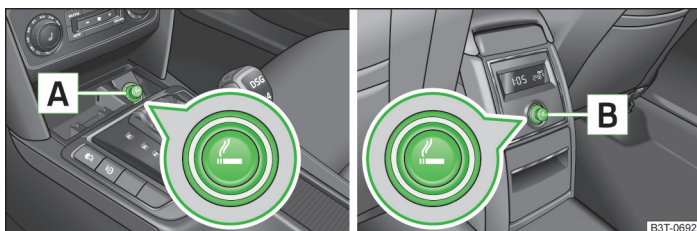
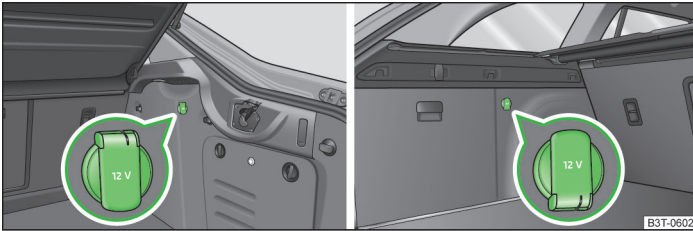

Fig. 70 Consola centrală: Bricheta față/ bricheta spate
Fig. 72 Portbagajul: Priza Superb / Superb Combi
- > Apăsați butonul brichetei **A**, respectiv **B** » fig. 70.
În consola centrală față **A** » fig. 70 la pagina 77.
În consola centrală spate **B** » fig. 70 la pagina 77.
În portbagaj » fig. 72.
➤ Scoateți capacul prizei, respectiv bricheta » fig. 70 la pagina 77 sau desfaceți capacul prizei » fig. 72.